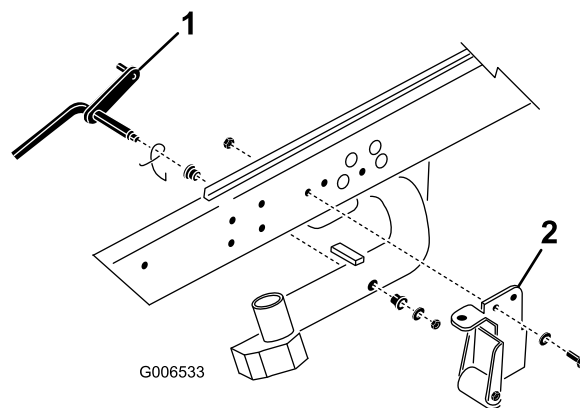

Figura 3
1. Retire a porca de bloqueio e a anilha que fixam a haste de articulação ao braço de elevação nº 2 (Figura 3). Retire a haste de articulação e a mola do braço de elevação. Repita o procedimento para os braços de elevação nº 1 e nº 3.
**Nota:** O apoio da inclinação com cilindro e os suportes de apoio da inclinação não são necessários quando se trabalha com unidades de corte DPA (Figura 3). Podem ser retirados, se se quiser.